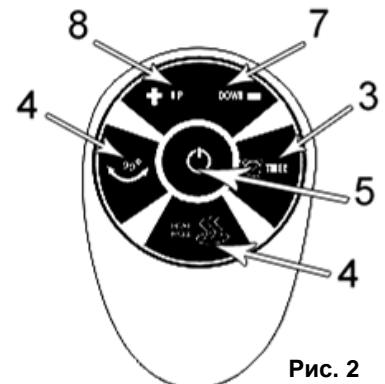

Рис. 2
- Все функциональные кнопки с панели управления так же продублированы и на пульте (ПДУ) (См. Рис. 2).